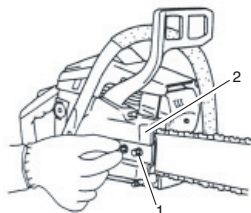

Fig. 1
1. Retirez l'écrou de blocage (1) du guide-chaîne.
2. Retirez le carter latéral (2) en maintenant la partie arrière du carter latéral (2). (Fig. 1)
6. Installez le capot latéral (2) sur les boulons (5). Puis serrez provisoirement les écrous de serrage (1). (Fig. 1)